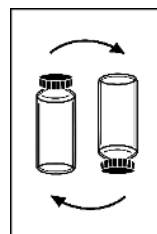

Abb. 5
- b) Die Küvetten vor der Messung mehrere Male langsam wenden (s. Abb. 5) und danach für 2 bis 5 Minuten hinstellen. So wird sichergestellt, dass die Probe gleichmäßig ist und sich keine Luftblasen darin befinden.